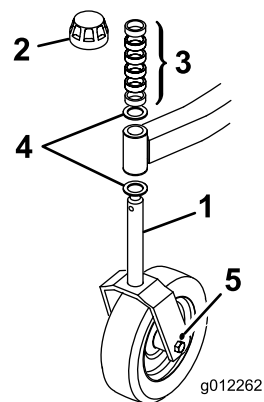
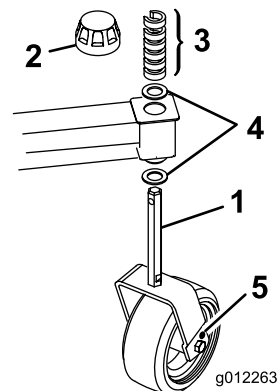

Bild 11
Bild 12
2. Bohren Sie die Löcher mit einem Durchmesser von 11,13 mm (Bild 11 & Bild 12) in jeder Seite der Laufradgabeln auf einen Durchmesser von 12,7 mm oder 13,1 mm aus.
1. Entfernen Sie die Spannkappe von der Spindelwelle und ziehen die Spindel aus dem vorderen Laufradarm heraus. Ziehen Sie die Scheibe von der Spindelwelle ab. Ziehen Sie die erforderliche Anzahl der Distanzstücke auf die Spindelwelle, um die gewünschte Schnitthöhe zu erhalten; ziehen Sie dann die Scheibe auf die Welle auf (Bild 11).
2. Drücken Sie die Laufradspindel durch den vorderen Laufradarm, setzen Sie die andere Druckscheibe und die restlichen Distanzstücke auf die Spindel und befestigen Sie alle Teile mit der Spannkappe (Bild 11).
1. Nehmen Sie die Spannkappe von der Spindelwelle ab (Bild 12).
2. Nehmen Sie die C-förmigen Distanzstücke am dünnen Teil der Spindelwelle ab oder fügen Sie Distanzstücke unter dem Laufradarm hinzu, um die gewünschte Höhe zu erhalten (Bild 12). Stellen Sie sicher, dass die Druckscheiben (nicht die Distanzstücke) den Laufradarm oben und unten berühren.
3. Bringen Sie die Spannkappe an, um das Teil zu befestigen (Bild 12).